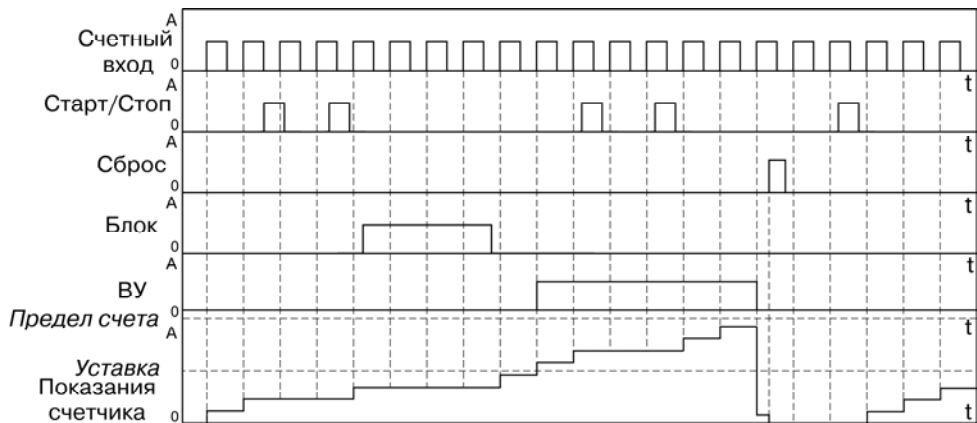

Рисунок 3.10
- тип работы по сигналу «Сброс» – «Сбросить счетчик и ждать сигнала «Старт» ($rSt =StOP$) (рисунок 3.10).